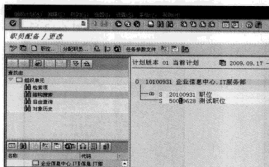

图 6-15 创建新职位
STEP 3 在“选择描述职务”栏中单击“**创建职务**”按钮，进行职位的创建。完成后在“位置”栏中填写所要创建职位的“缩写”、“名称”以及“需求职位数”，然后单击“**确定**”按钮，右栏中会显示最新创建的职位，如图 6-15 所示。